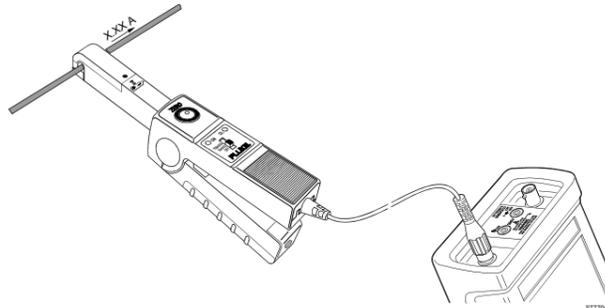

Figure 4. Schéma de branchement de la sonde de courant
2. Sélectionnez à la sonde de courant la plage la moins sensible (10 mV/A). Contrôlez si la diode verte ON est allumée. Voir à figure 4 où se trouvent le sélecteur et la diode verte ON.
3. Tournez à la sonde de courant la molette ZERO à point pour ajuster l'affichage de la sonde à zéro. Voir figure 4 pour la place du bouton tournant ZERO.
Le schéma de branchement d'une sonde de courant avec emploi d'un ScopeMeter, est illustré dans la figure 4.